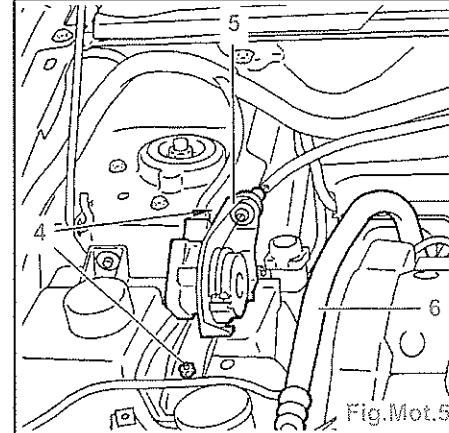

Fig.Mot.5
- Déposer (Fig.Mot.5) :
- les vis (4),
- l'ensemble pontet (5).